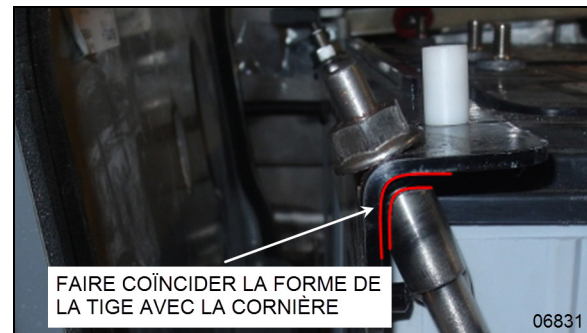

FIGURE 51 : BOUT DE LA TIGE COÏNCIDE AVEC LA CORNIÈRE
- Le bout supérieur de la tige possède la même forme que la cornière. (FIGURE 51).